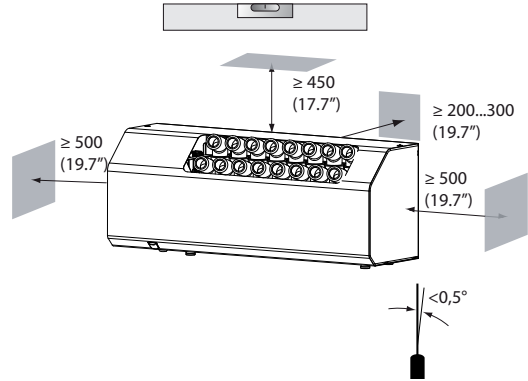

Fig. 1.b
- Placer l'humidificateur horizontalement en utilisant un niveau à bulle, en respectant les espaces minimums en mm (voir Fig. 1.b) afin d'assurer l'entrée de l'air d'admission et permettre les opérations de maintenance nécessaires.